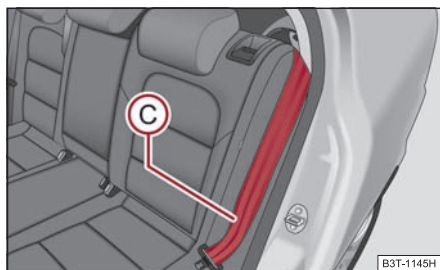

Abb. 85 Sitzlehne verriegeln
- Legen Sie den hinteren seitlichen Sicherheitsgurt (C) hinter die Kante der Seitenverkleidung ⇒ Abb. 85.